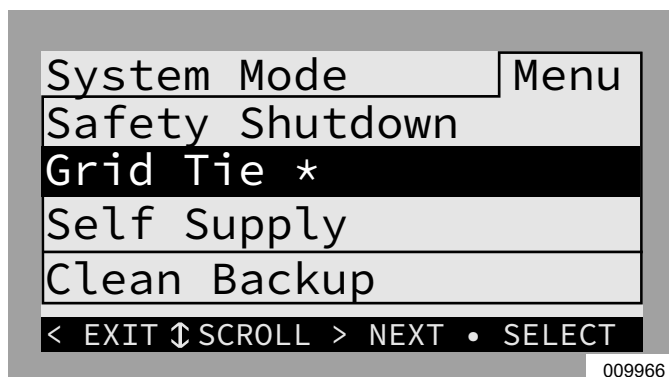

Figure 6-3. Sélection des modes système (1 de 4)
2. Voir Figure 6-3. Une liste des modes système s'affichera avec le mode actuel marqué d'un astérisque.
REMARQUE : La liste des modes système peut ne pas inclure tous ceux indiqués dans Figure 6-3.